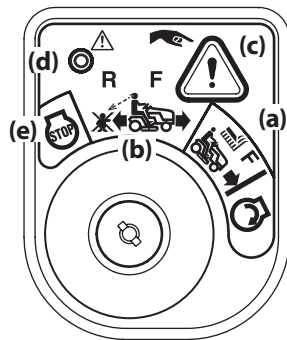

Figura 19
2. Gire la llave de encendido de la posición CORTE NORMAL (a) a la posición MODO PRECAUCIÓN MARCHA ATRÁS (b) del interruptor de encendido. Consulte la Figura 19.
3. Presione y sostenga el BOTÓN MODO PRECAUCIÓN MARCHA ATRÁS (c) que está en la esquina superior derecha del módulo de encendido durante 3 segundos. La luz indicadora roja (d) que está en la esquina superior izquierda del módulo de encendido se mantendrá ENCENDIDA mientras esté el modo esté activado. Consulte la Figura 19.
4. Una vez activado (luz indicadora ENCENDIDA), se puede operar el tractor en marcha atrás con la PTO (Acople de cuchillas) en la posición acoplada (ON).